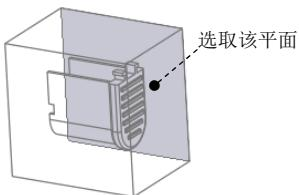

图 9.26 拉伸终止面
(4) 定义深度类型。在操控板中选取深度类型**到选定的**，选择图 9.26 所示的面为拉伸终止面。
(5) 在“拉伸”选项卡中单击 \checkmark 按钮，完成特征的创建。